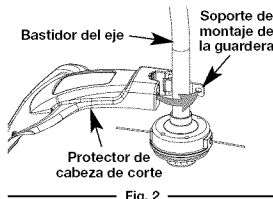

Fig. 2
1. Coloque el protector de la cabeza de corte en el bastidor del eje. Cerciñese de que el soporte de montaje de la guardera se deslice en la ranura situada en el borde del protector de corte. Gire el protector en sentido antihorario hasta que quede en su lugar (Fig. 2). Los orificios en el soporte de montaje de la guardera y el protector de la cabeza de corte se alinearán.